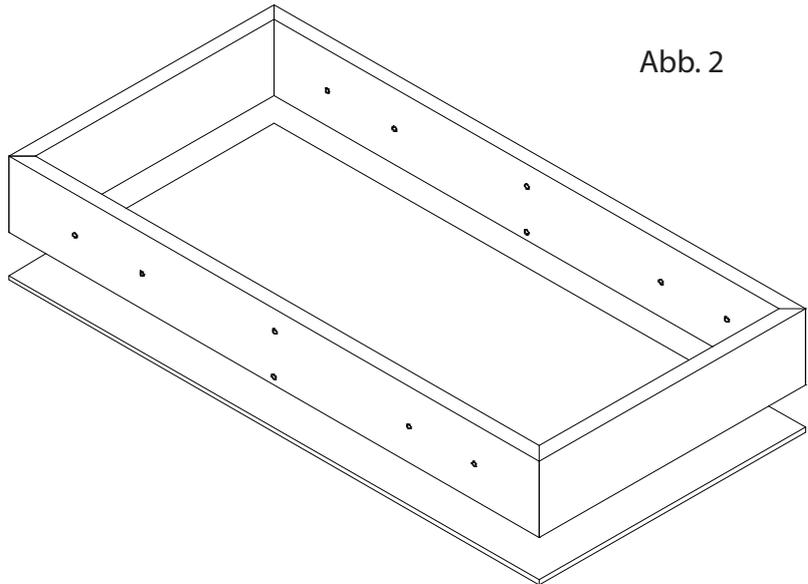

Abb. 2
- b) Die Leisten (1 und 2) auf Gehrung sägen und zu einem Kasten (siehe Abb. 2) zusammenleimen.
Entstandenen Kasten auf die Grundplatte (8) aufleimen (siehe Abb. 2).